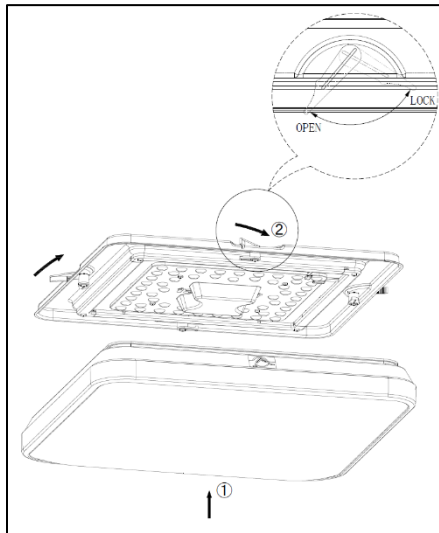

Figure 12
8. Réinstallez le diffuseur dans l'assemblage du boîtier en alignant les bords, puis fixez-le en tournant les clips en position LOCK (voir la figure 12).